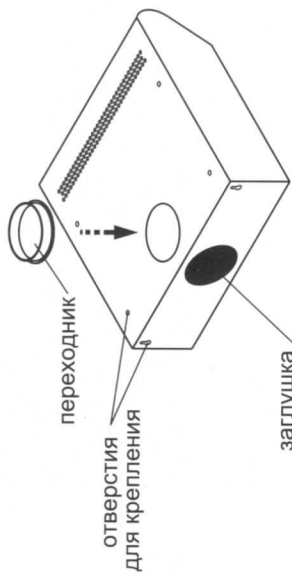

рис. 6
- зафиксируйте переходник в верхнем положении (рис. 6);
- заглушкой (рис.6) закройте отверстие на задней стенке изделия;
- разметьте и просверлите четыре отверстия в полке (к которой крепите зонт), согласно отверстиям для крепления на верхней панели корпуса зонта (рис.6);